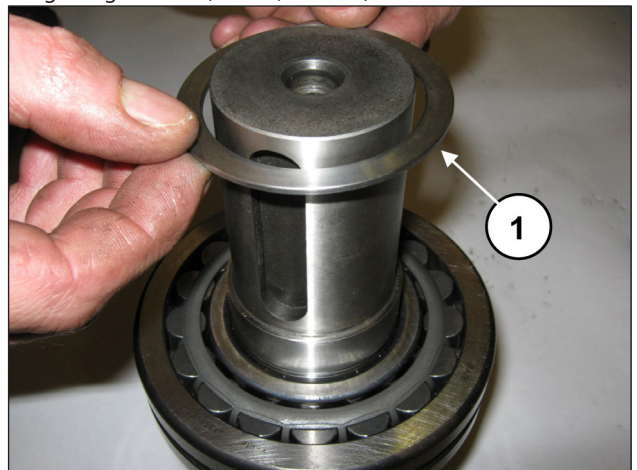
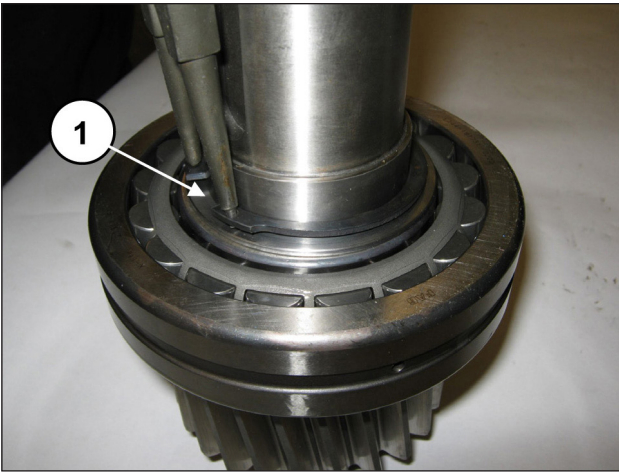

Abb. 83
Abb. 84
Setzen Sie den Stützring des Lagers (Pos. ①, Abb. 83) und den Seegerring  $\varnothing 55$  ein (Pos. ①, Abb. 84).